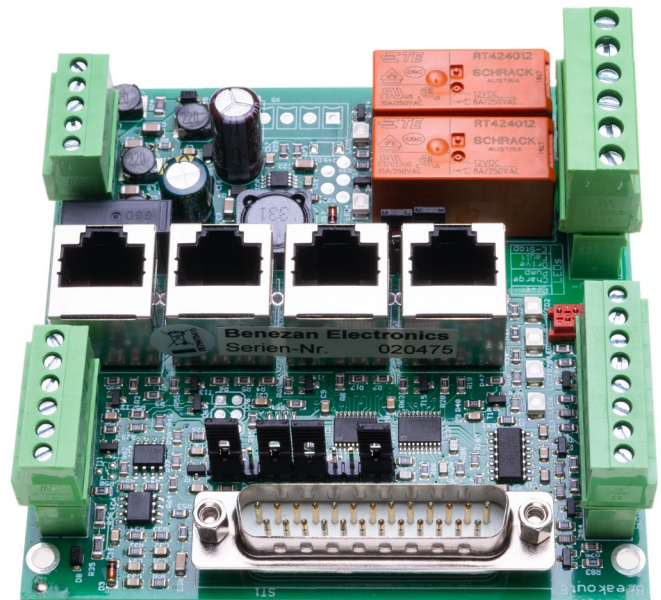

Bild 10: Jumperung für die Verwendung mit Estlcam
- 1-2, 4-5, 6-7, 10-11 (siehe Bild 10)